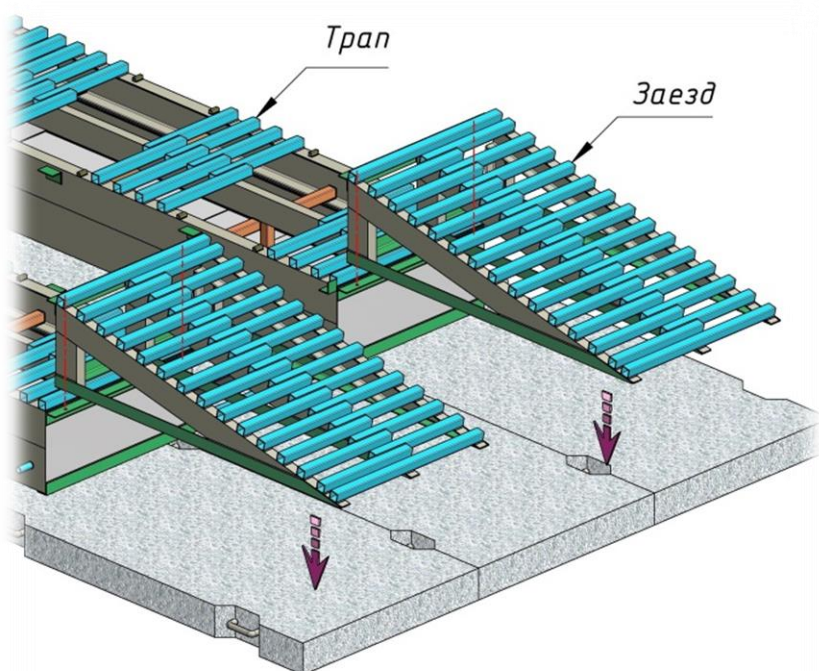

Рисунок 3
- перед трапами устанавливаются два заезда, каждый из которых крепится с помощью двух болтов M12x40/гаек M12/шайб 12 (смотри рис. 3);